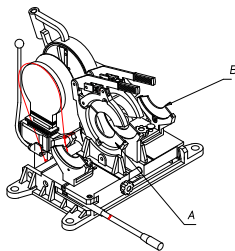

fig. 5
- Le riduzioni sono composte per ogni diametro da quattro semi anelli **A** (due per morsa) (**fig. 5**)
- Inserire nelle cave dei supporti laterali gli inserti **B** corrispondenti al diametro del tubo da saldare e fissarle stringendo le viti. (**fig. 5**)
- Sélectionner les réductions pour les mâchoires correspondant au diamètre des tuyaux que vous devez souder et fixez-les avec les vis fournis. Quatre segments pour chaque diamètre. (deux par mâchoire). (**Fig. 5**).
- Sélectionner et fixer aussi les réductions pour les supports tube. (**Fig 5**).